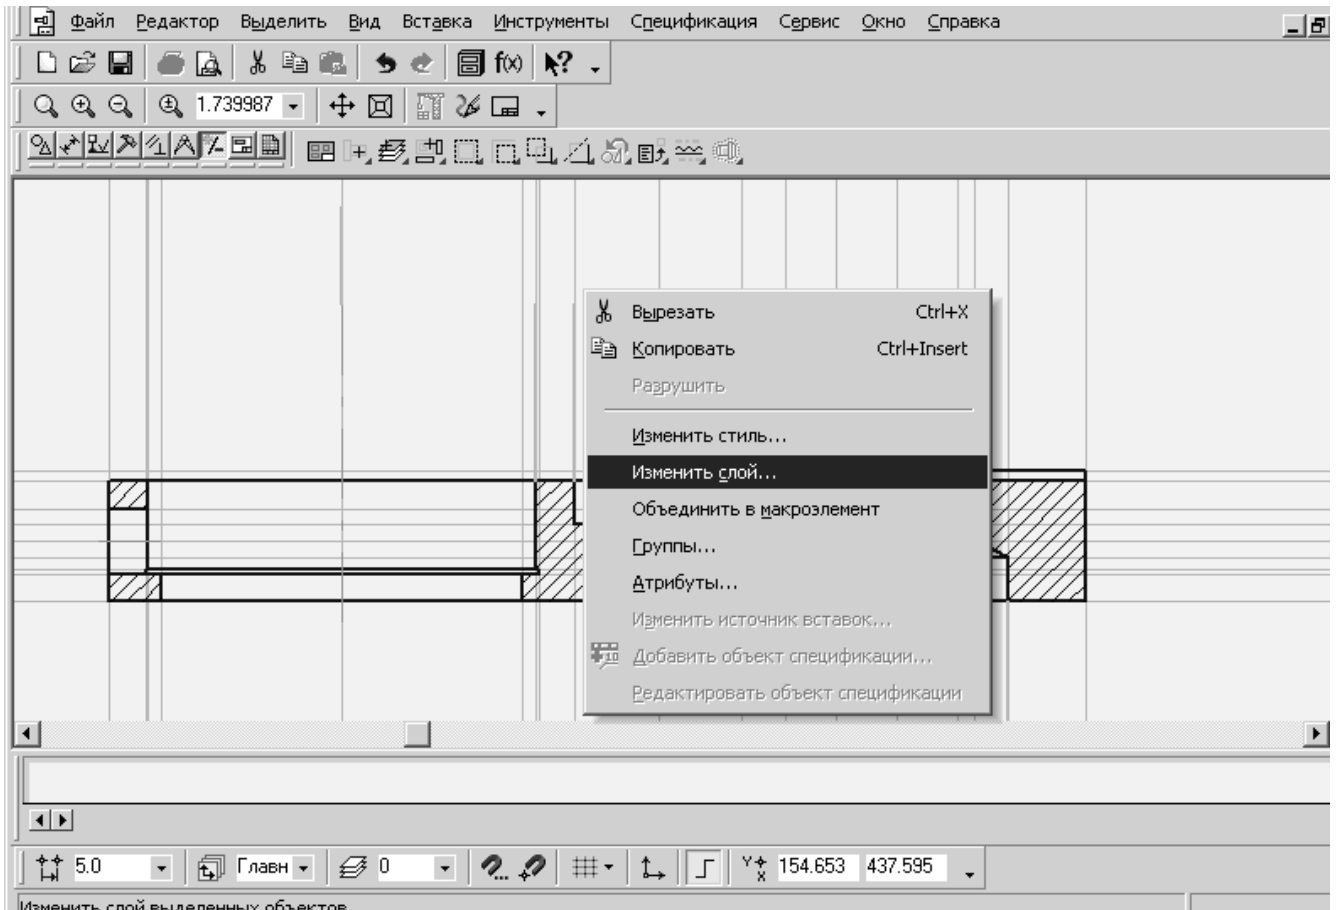
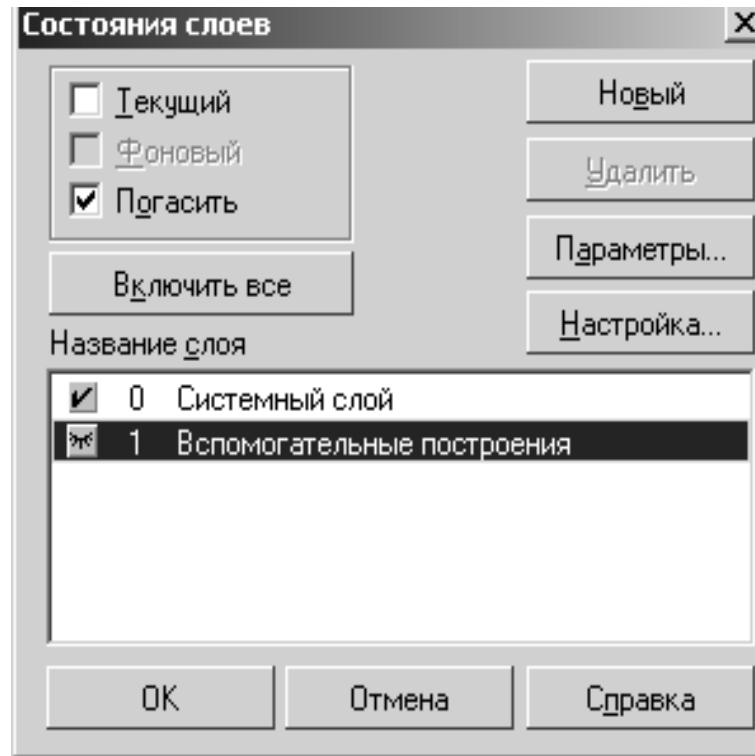

Рис.33.
Рис.34.
15. Удерживая левый Ctrl, нажатием левой кнопки мыши выделить вспомогательные отрезки. Командой **Компактная панель**⇒**Выделение**⇒**Выделить по типу** выбрать прямые. В поле чертежа нажатием правой клавиши мыши вызвать контекстное меню (рис.33). Выбрать команду **Изменить слой**. Указать слой номер 1 (Вспомогательные построения) и нажать **ОК**. Теперь в меню **Состояния слоев** для слоя номер 1 установить состояние **Погасить** (см.рис.34).